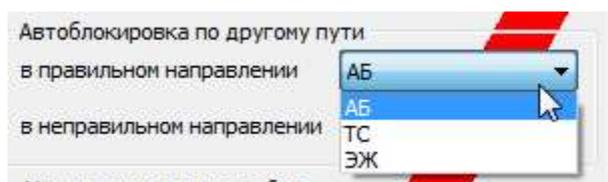

Рис.189.
8. Если многопутный перегон закрывается только по одному пути, необходимо указать средства связи используемые для движения по другому пути перегона в правильном и неправильном направлении из выпадающего списка (см. рис. 189, 190).